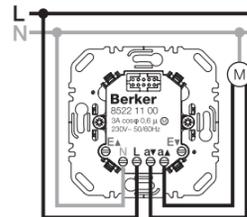

Figure 2 : schéma de branchement du relais pour store/volet
- Raccorder le relais pour store/volet conformément au schéma de branchement (figure 2)